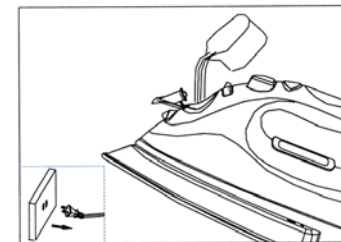

Fig. 1
1. Abra la tapa del tanque de agua. Sosteniendo la plancha levemente inclinada, vierta agua lentamente dentro de la entrada de agua. (Fig. 1). Llene el tanque hasta el nivel deseado o hasta el "MAX" usando el recipiente para el agua. (Puede medir la cantidad de agua en el tanque con la plancha en posición horizontal). NO llene de más el tanque. Cuando termine de llenarla, cierre la tapa del tanque de agua antes de continuar.